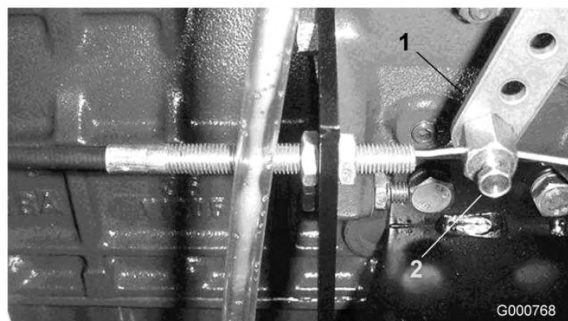

Figure 58
2. Desserrez la fixation du câble d'accélérateur sur le bras du levier de la pompe d'injection (Figure 58).